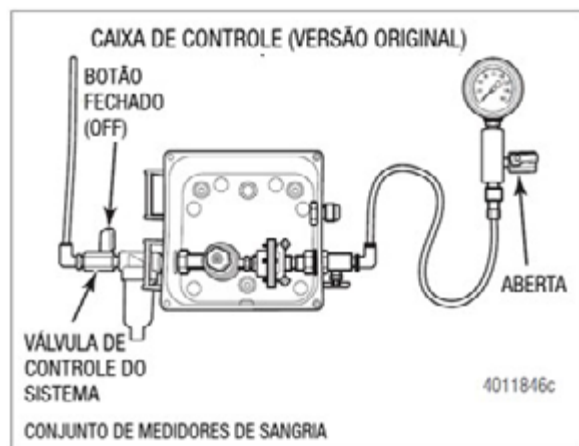
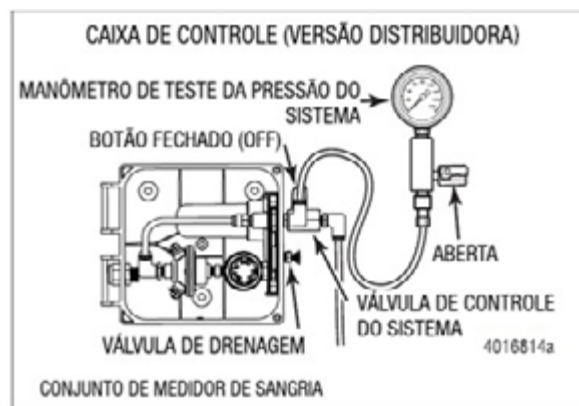

Figura 3.18
Figura 3.19
- A. Esvazie o conjunto do manômetro da seguinte forma. Figura 3.18 e Figura 3.19.